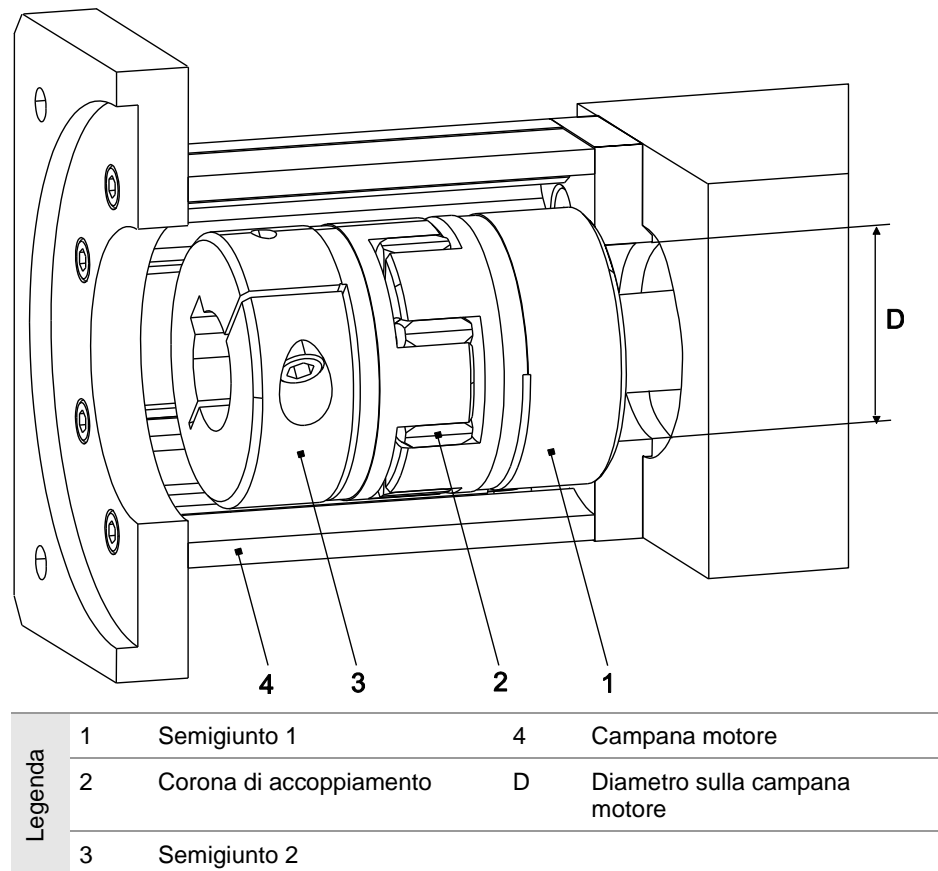

Figura 7 Campana motore con giunto motore sul perno di comando
3. Se il diametro del giunto è inferiore alla misura D sulla campana motore (4), montare dapprima il semigiunto 1 (1) (foro a livello con l'albero di comando) e quindi la campana motore (4) (Figura 7).